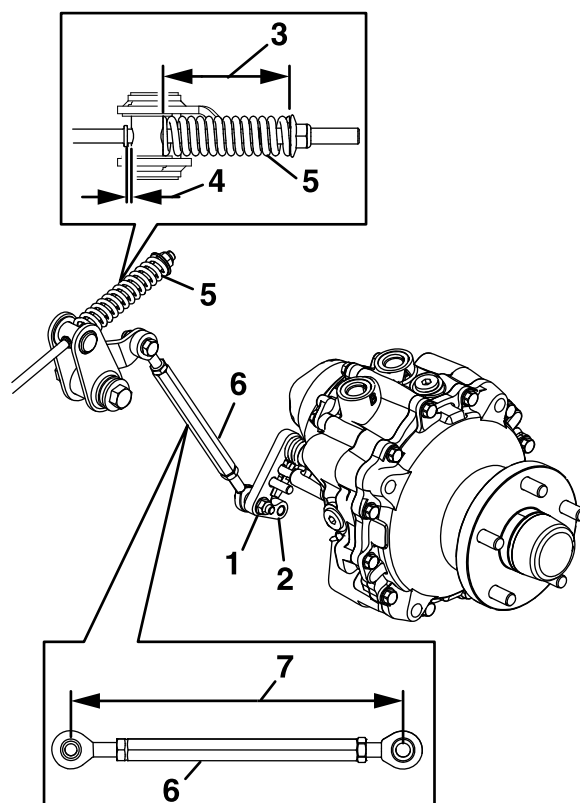

Figure 57
7. Mesurez la longueur de la biellette (Figure 57).
8. Mesurez la longueur du ressort (Figure 57).